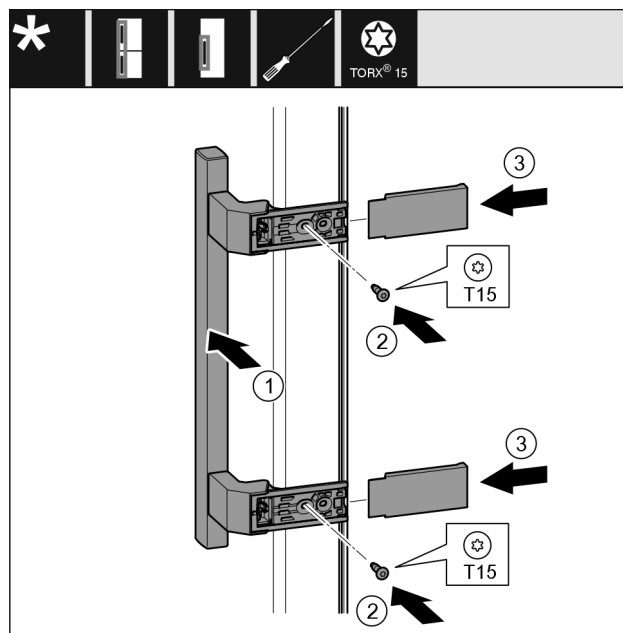

Fig. 20
- Nasadíte madlo Fig. 20 (1) na protilehlé straně.
- Šroubovákem šrouby Fig. 20 (2) pevně utáhněte.
- Kryty Fig. 20 (3) bočně nasadíte a nasuňte.